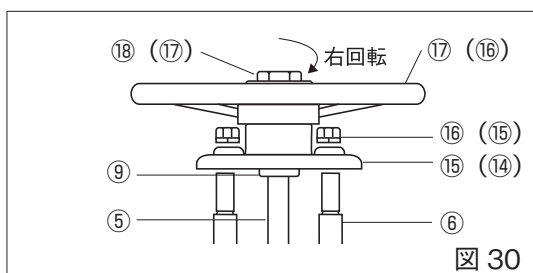

図 30
1. 弁棒、駆動部台、ハンドルの取り外し: ハンドルのナット⑬(⑰)とヨーク⑥と駆動部台⑮(⑭)を止めているナット⑯(⑱)を外します。ハンドル⑰(⑱)を抜き、弁棒⑤、駆動部台⑮(⑭)を共にヨークスリーブ⑨より取り外します。(図 30)